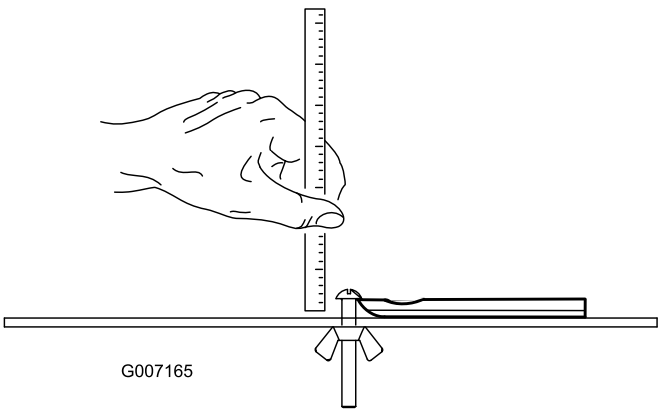

Figura 21
**Nota:** Todos los límites de ajuste de la contracuchilla se miden respecto a la cara inferior de la misma (Figura 21)